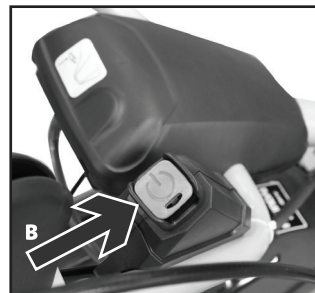

Рис. 14
- Запустите двигатель, используя электрический стартер, нажав кнопку В запуска электростартера (Рис. 14). Не удерживайте кнопку электростартера более 5 секунд.